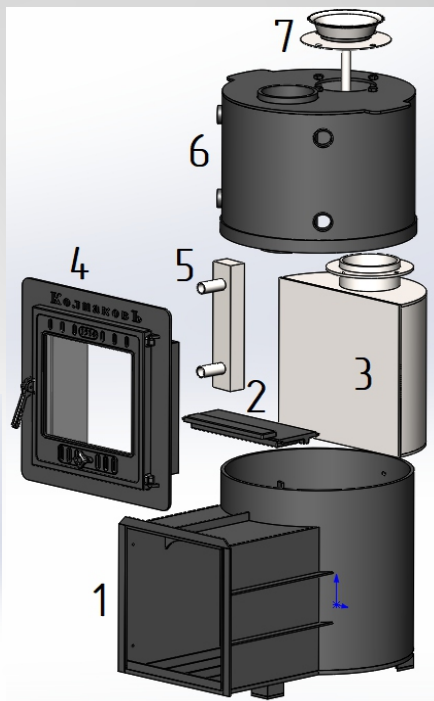

Рисунок 1
1.4.1 Печь является подовой (рис. 1).
1.4.2 Печь состоит из следующих элементов (рисунок 1):